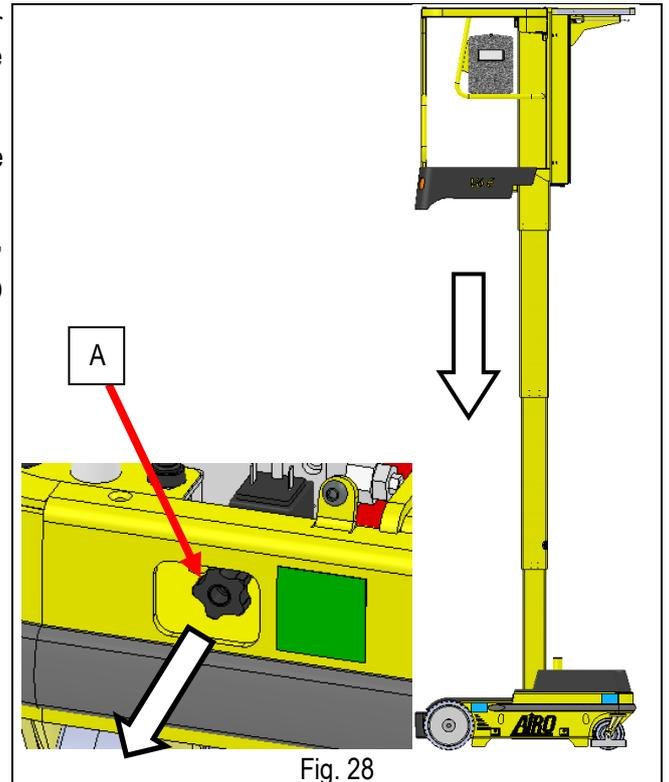

Fig. 28
- **Mediante i 4 fori di ancoraggio** posti sui fianchi della macchina è possibile sollevare la macchina utilizzando ganci e funi di acciaio (con coefficiente di sicurezza pari a 5, vedi nelle caratteristiche tecniche il peso della macchina) agganciati agli appositi fori segnalati dalle targhette come indicato nella Fig.28.